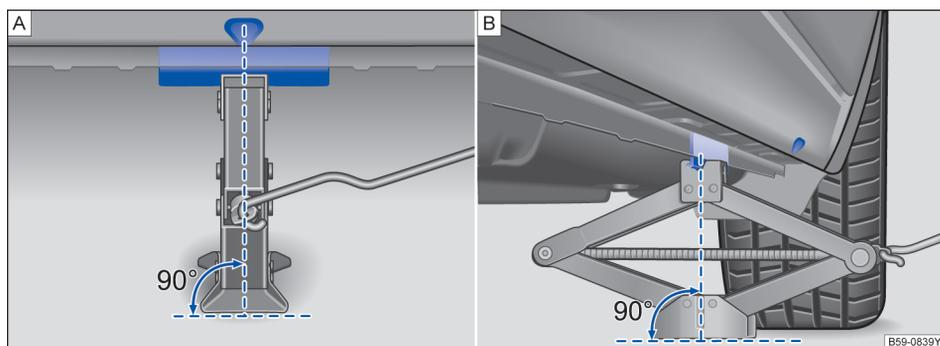
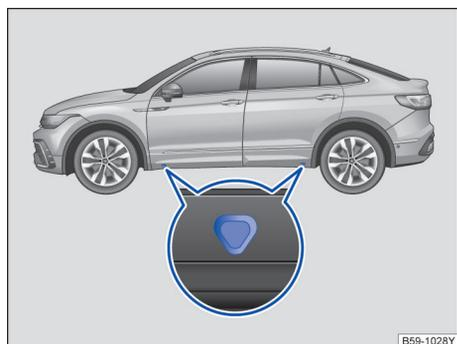

图 213 将千斤顶放在汽车左后侧
图 214 汽车千斤顶的支撑点
汽车千斤顶只允许放置在图示支撑点（车身上的标记）处 → 图 214 或 → 图 213。在每个车轮旁都有相应的支撑点 → ▲。
5. 找到汽车千斤顶的支撑点（标记位于车身上）→ 图 214
8. 调准汽车千斤顶，同时继续摇高千斤顶卡爪，直到卡爪抓住汽车下面 → 图 213 的棱边 → ▲。